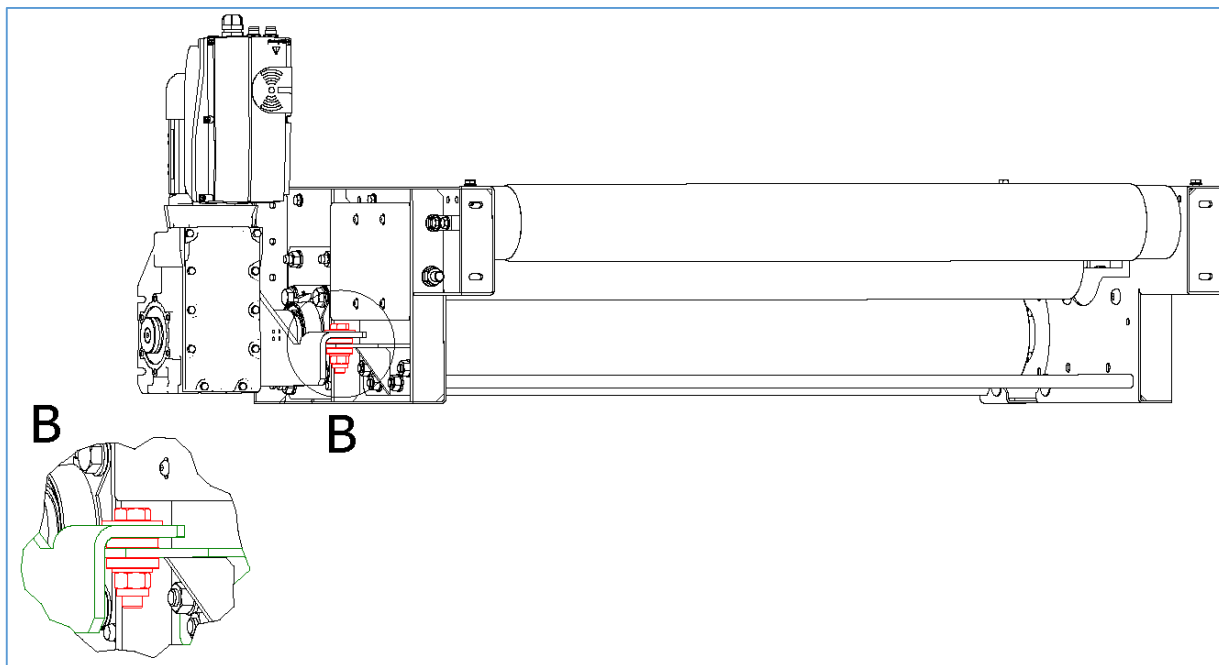

Figura 52 - Stringere il braccio di reazione
7. Stringere il braccio di reazione alla sua staffa di supporto sul modulo motore, inserendo la vite con rondella nella parte superiore e il secondo antivibrante con il dado e la rondella nella parte inferiore (vedi Figura 52).